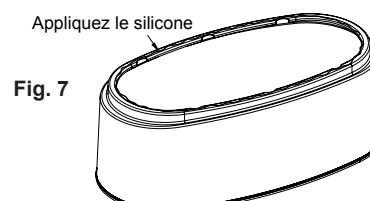

Fig. 7
- 1** Après avoir localisé les conduites d'alimentation en eau, du système électrique et du kit d'alignement du drain par rapport au modèle fourni (ModenaMC uniquement), tracez à l'aide d'un marqueur l'empreinte intérieure de la jupe à l'endroit où la baignoire sera installée. Appliquez du silicone uniquement sous la jupe et replacez-la à l'endroit marqué (fig. 7).